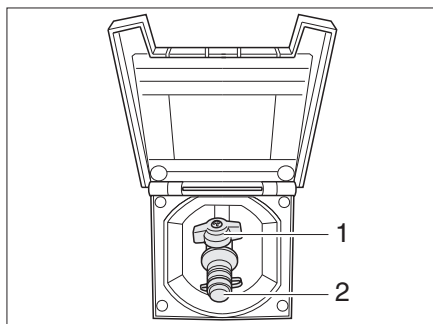

Fig. 81 Presa gas esterna, rubinetto di arresto del gas chiuso
La presa gas esterna (Fig. 81) si trova, a seconda del modello, nella parte posteriore o sul lato destro o sinistro del veicolo.
- Collegare l'apparecchio a gas esterno all'attacco (Fig. 81,2).
- Aprire il rubinetto di arresto del gas (Fig. 81,1).